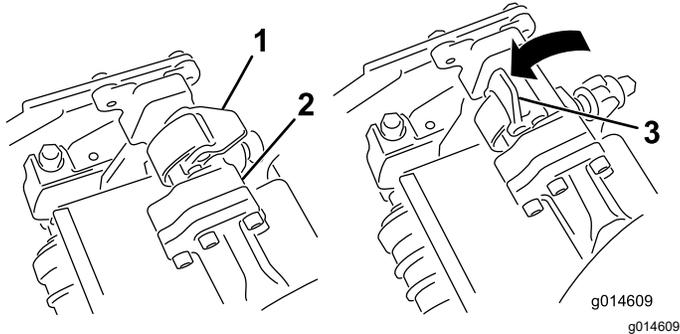
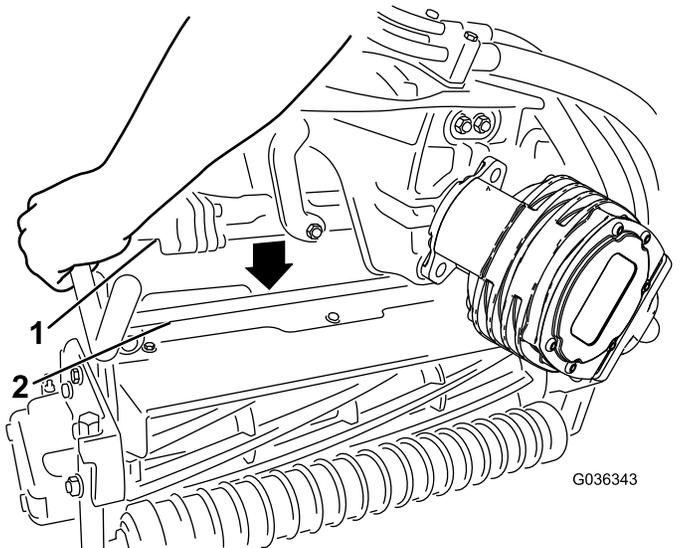

図 56
図 57
4. サスペンションアームのバーについているラッチを上向き開いた状態にして 図 56、サスペンションアームを押し下げて、バーを、カッティングユニットのバーの上に被せるようにする 図 57。
5. ラッチを下げて閉じるとカッティングユニットのバーがロックされてユニットがアームにセットされる 図 56。
5. 取り外したいカッティングユニットのサスペンションアームのバーについているラッチを開く(図 56)。